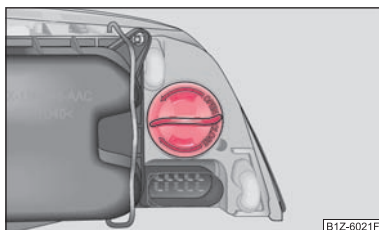

Fig. 151 Desmontaje de la bombilla para luz intermitente delantera
- Gire el portalámparas en el sentido de la flecha **OPEN (abrir)** y sáquelo junto con la bombilla para luz intermitente ⇒ fig. 151.